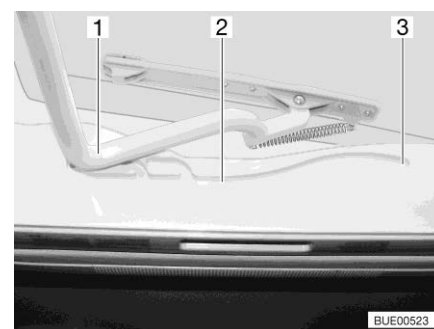

Fig. 112 Guida (oblò Heki)
- Tirare la staffa (Fig. 112,1) nelle guide (Fig. 112,2) fino alla posizione più all'indietro (Fig. 112,3).
- Spingere la staffa (Fig. 112,1) leggermente verso l'alto con ambedue le mani.
- Tirare la staffa nelle guide (Fig. 112,2) fino alla posizione desiderata.